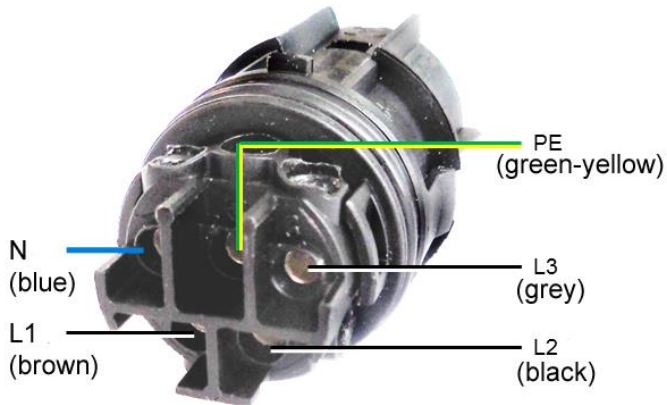

Figura 13: occupazione connettori AC (lato collegamento)
- Inserire i pin in conformità con Figura 13: occupazione connettori AC (lato collegamento) nei raccordi a vite all'interno dell'inserto del collegamento e stringere bene.